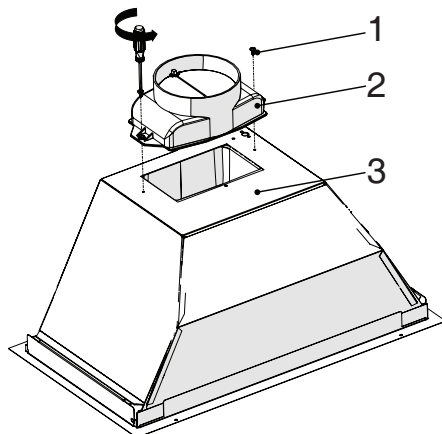

Abb. 3
- Bringen Sie den mitgelieferten Kunststoffabzug mit 2 Schrauben (3,5x9,5) am Gehäuse des Gerätes an. Reiben Sie nicht fest über seine Oberflächen. (Abb. 3)